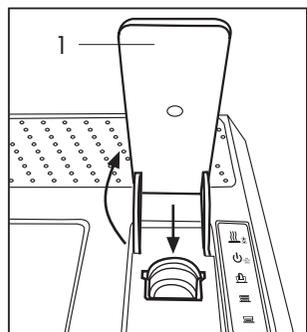

Fig. 9
- Aprire lentamente (fino all'arresto) la leva di comando (1) e inserire una capsula nell'apposito spazio (Fig. 9)